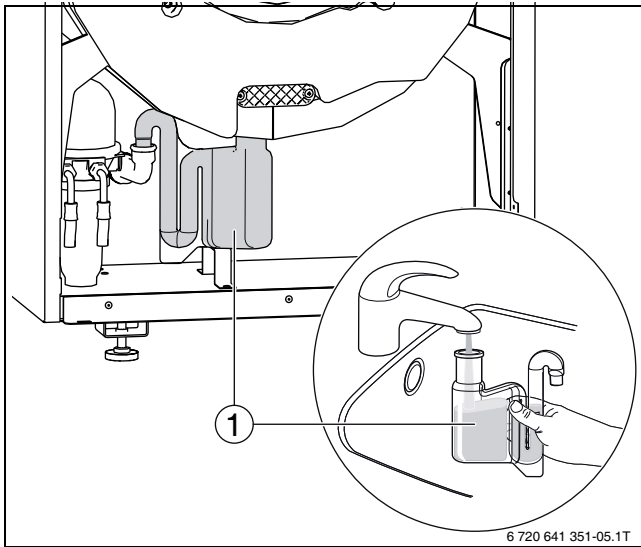

Bild 22 Siphon mit Wasser befüllen
- ▶ Siphon (→ Bild 22 [1]) nach oben aus dem Kondensatablaufrohr ziehen.